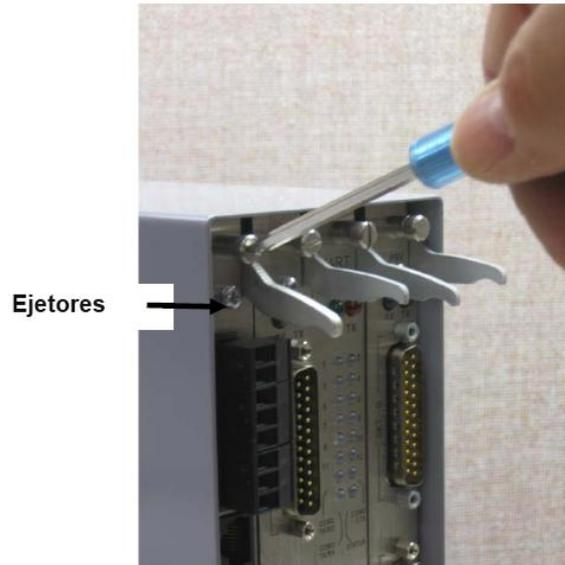

Figura 2-8. Desapertando os Parafusos de Retenção
2. Desaperte os parafusos de retenção antes de tentar remover um módulo. Isto evita que os ejetores sejam danificados (veja a *Figura 2-8*).